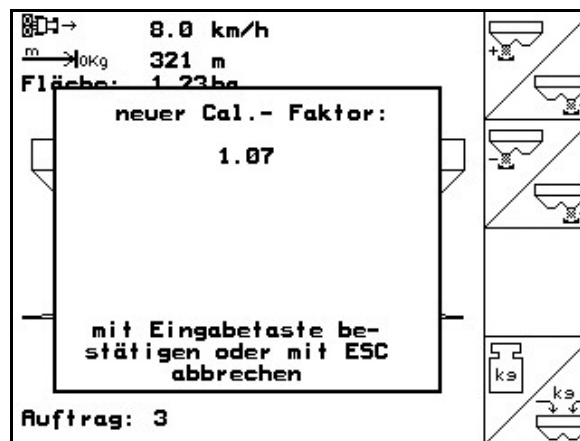

Fig. 22
- Der neue Kalibrierfaktor wird angezeigt (Fig. 22)